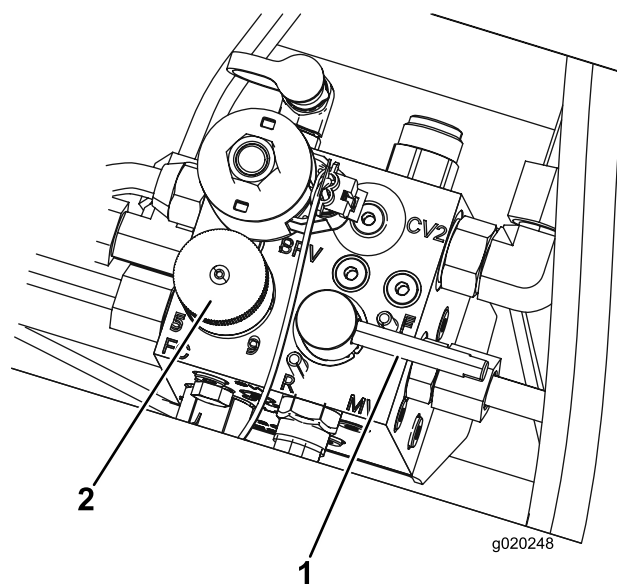

Figura 85
5. Impostate il comando della velocità dei cilindri in posizione 1 (Figura 85).
6. Spostate la leva di lappatura in posizione R (lappatura) (Figura 85).